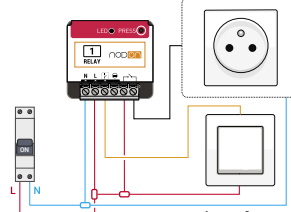

Imagen 2
- Realice el cableado del módulo multifunción según el esquema de la imagen 2.